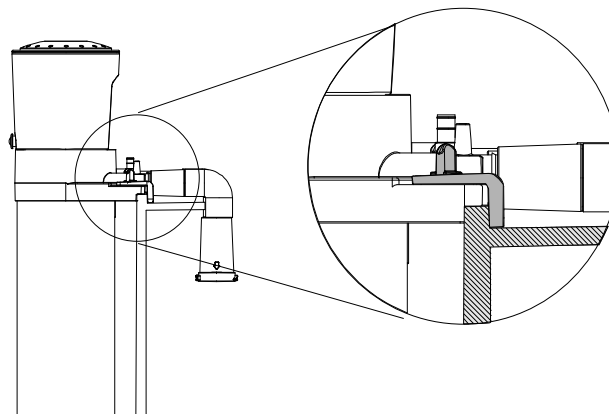

図 17:ハングオン式ブラケットを水槽に固定する
2. スキマーを希望の位置に設置し、固定ブラケットで水槽壁面を挟み込むように取り付け、スキマーを固定します(図 17)。